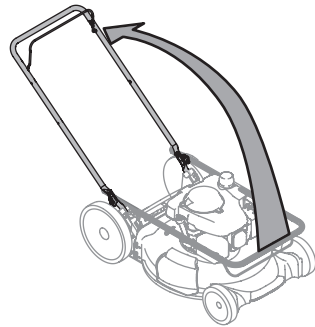

Figura 2
3. Mientras estabiliza la cortadora para que no se mueva, gire la manija superior hacia arriba (Figura 2). No presione el cable del control de la cuchilla mientras levanta la manija.